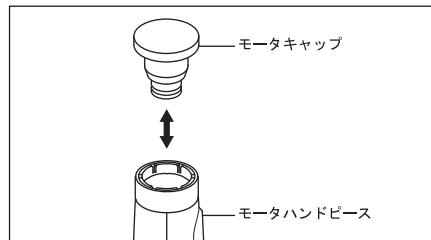

図 6
- 4) モータハンドピースにモータキャップを取り付けます。(図 6)